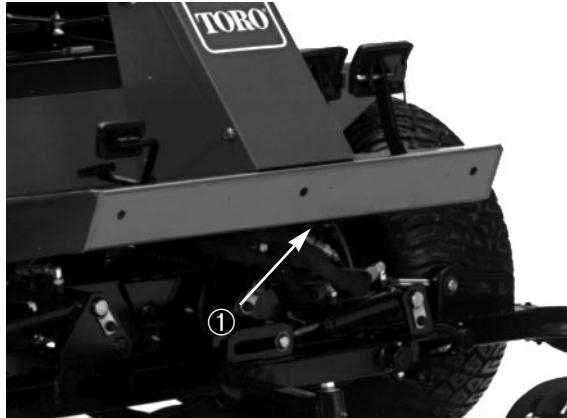

Bild 20
2. Eine angemessene Schleppkette, -seil oder andere Verbindung an der Mitte des vorderen Rahmens anbringen (Bild 20).